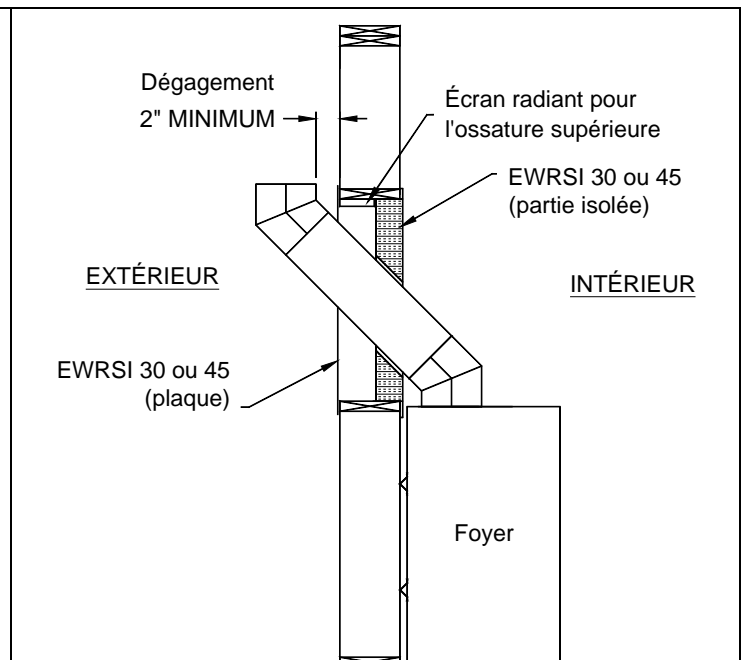

Figure 8
6. Pour des murs plus épais qu'une ossature en 2x4, installez l'écran radiant fourni (voir Figure 6) pour protéger la partie exposée du bois au haut de l'ouverture dans le mur (voir Figure 8). L'écran radiant est ajustable en fonction de l'épaisseur du mur à protéger. Enlevez des sections de l'écran radiant ou coupez-le afin de pouvoir couvrir l'épaisseur résiduelle du haut de l'ossature (par exemple, pour un mur en 2x6, une seule petite section de l'écran radiant est nécessaire). Vissez l'écran radiant à la partie exposée du bois en utilisant des vis à bois. Veuillez à ne pas écraser l'écran radiant en le fixant en place, l'espacement de 1/2" entre l'écran radiant et le bois doit être respecté (voir Figure 8).